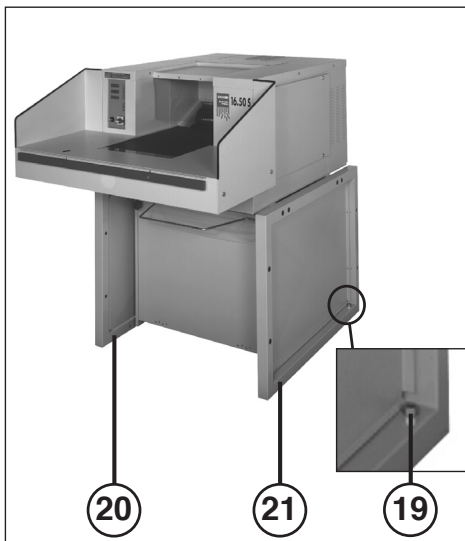

Abb. 2
- 19 = Ausgleichschraube (Abb. 2)
6. Unebenheiten des Bodens mit Hilfe der Ausgleichschrauben (19) ausgleichen (Abb. 2).